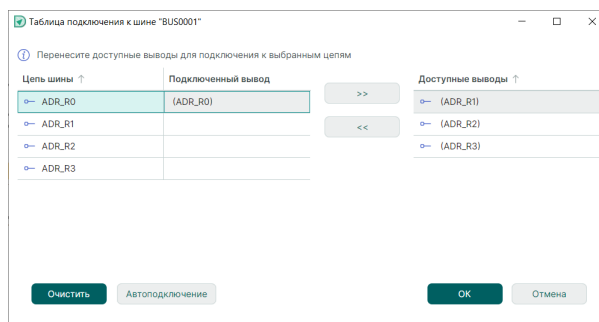

Рис. 200 Соответствие между цепью и выводом установлено
- Нажмите на кнопку <<"Добавить вывод", расположенную в центральной части окна. Будет установлено соответствие между выводом и цепью, см. Рис. 200.